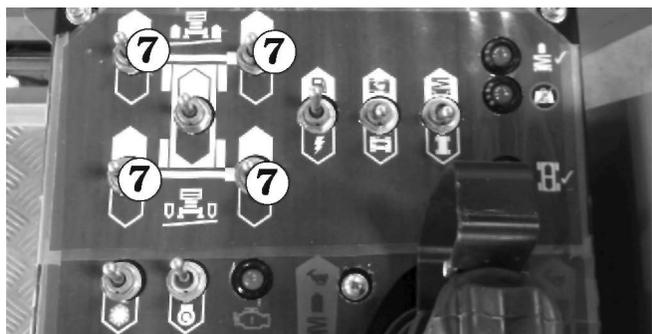

Abbildung 8.15
- Drücken Sie die **Stabilisator-Schalter 7** nach vorn und halten Sie sie gedrückt, bis alle Stabilisatoren vollständig oben liegen (siehe Abbildung 8.15).